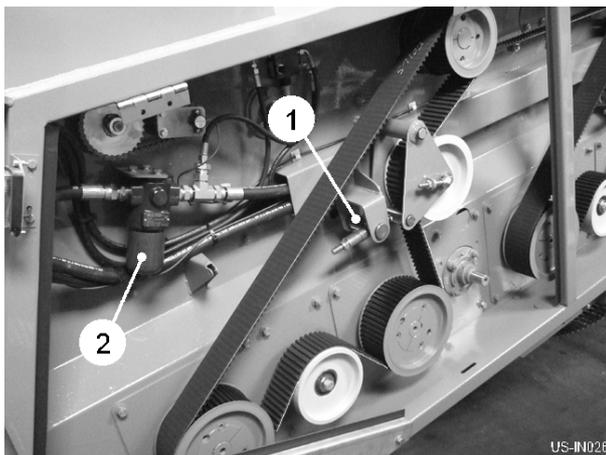
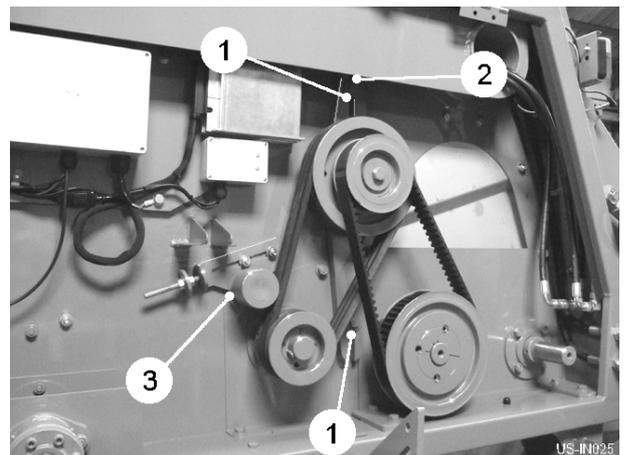

Fig 15
Fig 16
Los cinturones de unidad de dientes tienen tasadores (item 1, fig15) que son visible cuando el guardián apropiado es abierto. Como guía la tensión de faja correcta es conseguida cuando, en una manera de mitad de distancia entre las poleas espaciadas más lejanas, la faja puede ser nada más que 45 ° enroscadas longitudinalmente. Para engastar la roca por la que la tensión de faja de cuadro (si entallado), en primer lugar estableció la tensión de faja de dientes aflojando los pernos de reparación (item 1, fig 16) y ajustando el perno de tensioner (item 2, fig 16). Definitivamente, ajuste el tensioner de faja de "V" (item 3, fig 16). Prepare los cinturones de "V" dar una unidad segura sin excesivo se estirar lo suficientemente ajustado.
Un filtro de presión (item 2, fig 15) está montado en la cadena de suministros del tractor. El elemento debe ser reemplazado después de las primeras 50 horas de correr el tiempo y luego anualmente o cada 500 horas de allí en adelante.